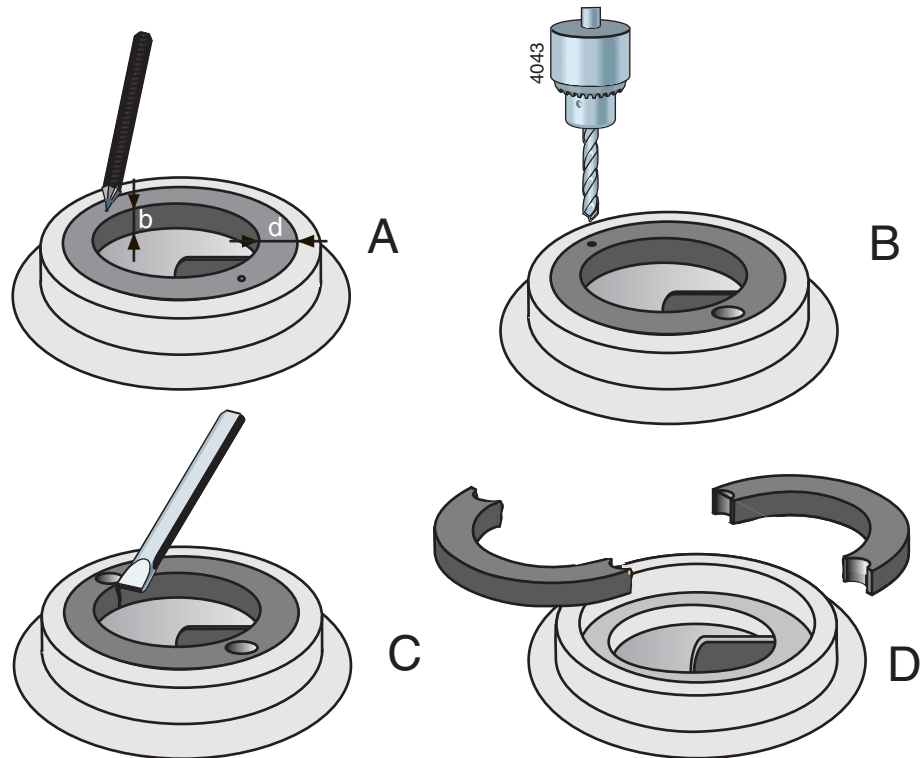

Рисунок 14: Извлечение компенсационного кольца
- 1 Измерьте толщину (d) и ширину (b) кольца, см. рисунок 14 A.
- 2 Прodelайте центрующие отверстия посередине кромки кольца в двух противоположных точках, см. рисунок 14 B.
- 3 С помощью сверла с диаметром несколько меньшим, чем толщина кольца (d), просверлите в кольце два отверстия, см. рисунок 14 C. Глубина сверления не должна превышать ширину кольца (b). Старайтесь не повредить установочную фаску корпуса насоса.
- 4 Пользуясь зубилом, вырубите оставшуюся часть толщины кольца. Теперь кольцо можно разделить на две части и извлечь его из корпуса насоса, см. рисунок 14 D.